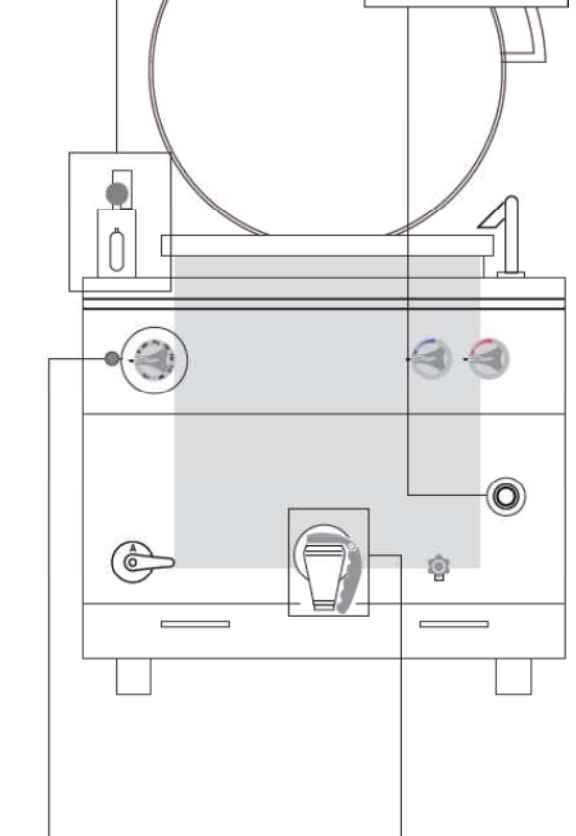

Рис.11
1. Под сливным краном размещают емкость для пищи (из подходящего материала и имеющую достаточный объем) (рис. 11).